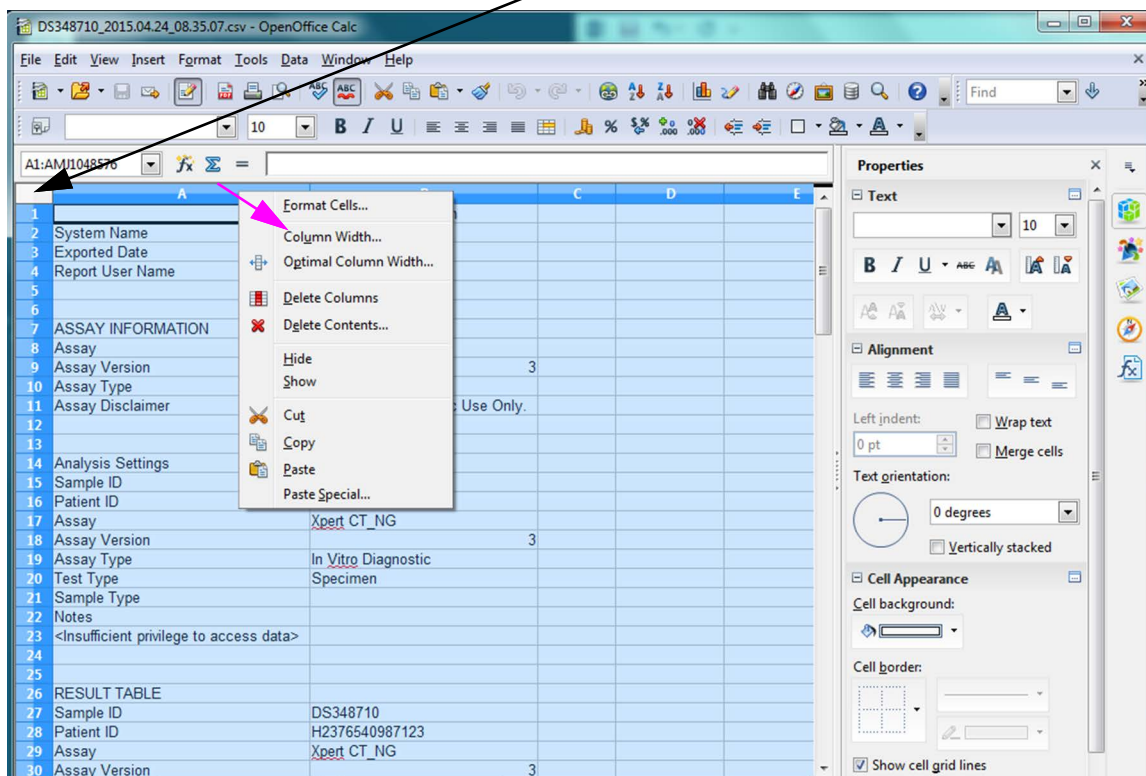

Figure 5-66. Menu déroulant pour sélectionner Column Width (Largeur de colonne)
5. Cliquez avec le bouton droit sur l'en-tête de la colonne. Un menu déroulant s'affiche à la droite de la colonne (voir la Figure 5-66).